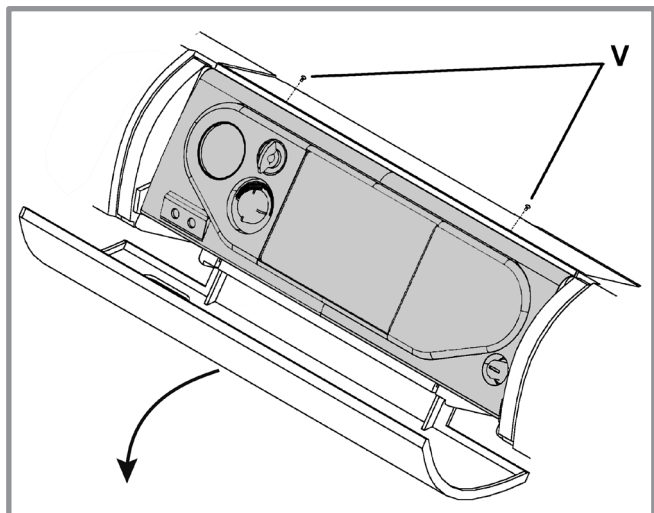

figure 3 - Ouverture du tableau de contrôle
- Desserrer les vis et ouvrir le tableau de contrôle (rep. **V**, *figure 3*).